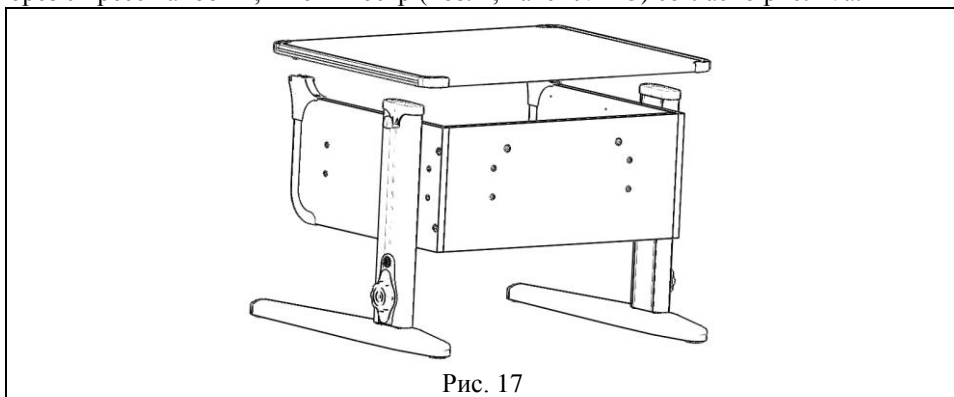

Рис. 17
5.6.1. На основание стола (сборка по п.5.4.2) положить сверху столешницу (сборка по п.5.5.4), так что бы выступы верхних частей шарниров входили в пазы нижних частей шарниров, а оси отверстий совпадали, см. рис.17. В отверстия шарниров вставить СУТ.41.001. Ось (поз. 1, пакет №143) и навернуть саморез с прессшайбой 4,2x16 мм остр (поз. 2, пакет №143) согласно рис. 17а.
Рис. 17а